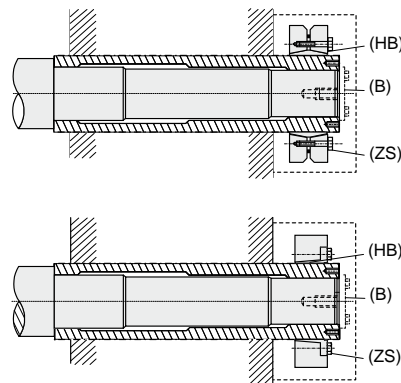

Abb. 12 Einbauzustand
Durch die Spannschrauben (ZS) wird die Buchse (HB) auf die Hohlwelle geschraubt, wodurch Welle und Buchse drehfest miteinander verbunden werden (Abb. 12).